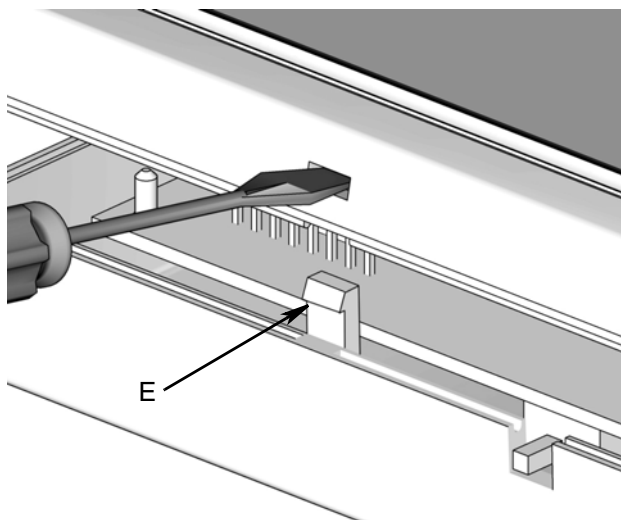

FIG. 11
1. Verwijder het bovendeksel van de zendontvangerbehuizing door met een platte schroevendraaier de clips (E) aan beide zijden in te drukken, zoals in FIG. 11.